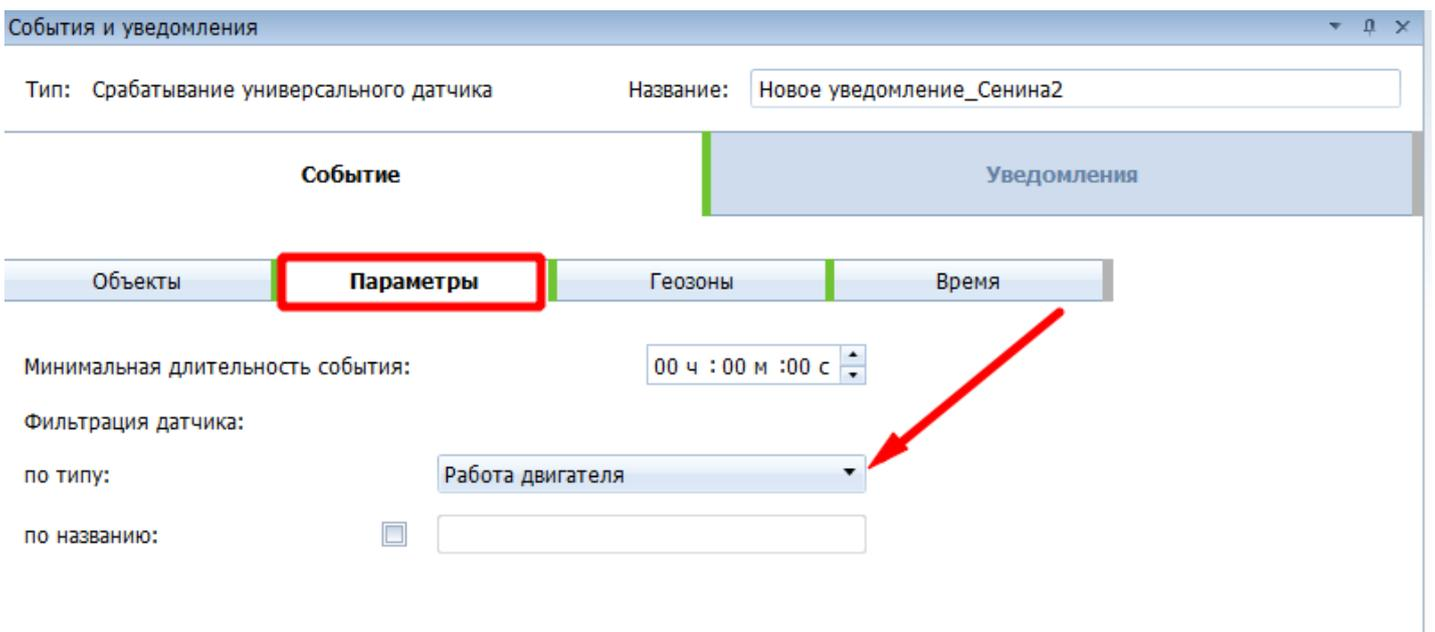

Рисунок 7 – Фильтрация по типу логического датчика
- на вкладке «Параметры» указать фильтрацию датчика по типу «Работа двигателя» (Рисунок 7);